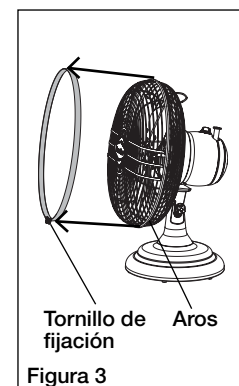

Figura 3
2. Afloje el tornillo de fijación del anillo de la rejilla y separe el anillo de la rejilla de los aros delanteros y traseros de las rejillas. (Figura 3)